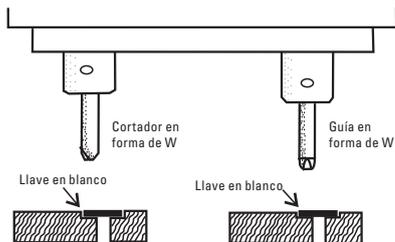

Figura 13
1. Primero coloque dos llaves vírgenes idénticas en las prensas respectivas, después afloje el perno de fijación de profundidad vertical (6) en dirección contraria a las manecillas del reloj. Gire la perilla de ajuste de profundidad (6) en dirección contraria a las manecillas del reloj, haciendo que la distancia de la funda del vástago de la guía sea de 3 mm - 5 mm. Asegure el perno de fijación vertical (6) en dirección a las manecillas del reloj.
2. Instale la guía en forma de W (figura 13), presione lentamente el mango de alimentación vertical (8) hasta que el resorte quede totalmente comprimido. Cuando la superficie de la guía toque la superficie de la llave virgen, asegure el tornillo de fijación de profundidad (8) en dirección a las manecillas del reloj. Instale el cortador en forma de W. Permita que el extremo del cortador toque la llave virgen, entonces asegure el tornillo de fijación del cortador en dirección a las manecillas del reloj. Vuelva a poner el mango de alimentación vertical (8) hacia arriba. Después de la rectificación. Después de rectificar el cortador en forma de W y la guía, retire la llave virgen de la mordaza derecha e instale la llave original. Ahora puede empezar a cortar los agujeros de afuera de la llave. Haga el mismo trabajo en el otro lado de la llave. (**Nota:** Al duplicar el lado reverso de la llave, no necesita retirar la llave original).